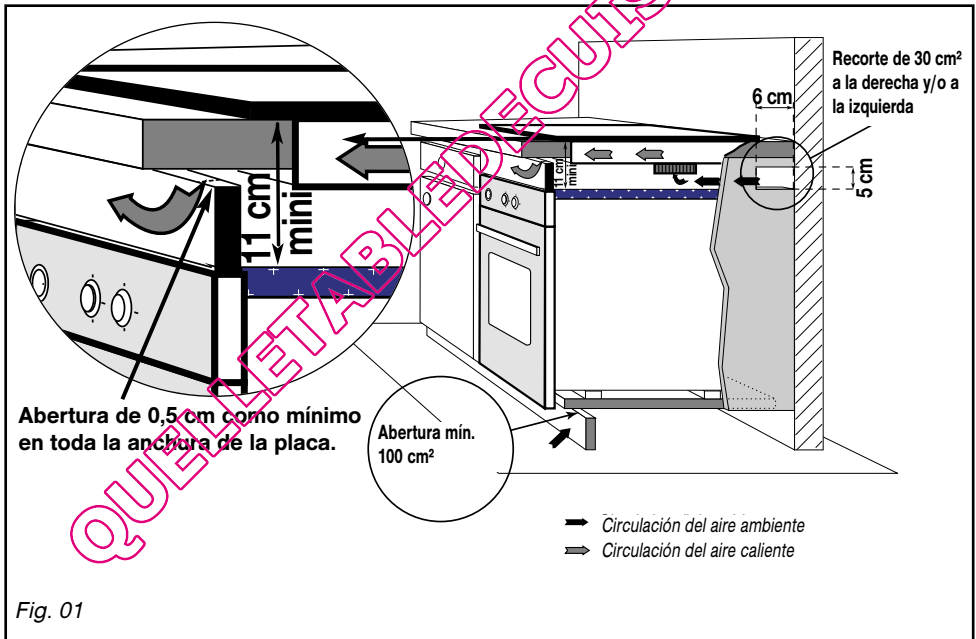

Fig. 01
- Si lo desea, puede inmovilizar la placa utilizando bridas de sujeción que vienen incluidas con sus correspondientes tornillos (Fig. 02) que se fijan a las esquinas del marco. **Utilice siempre los orificios previstos para ello como muestra el dibujo (Fig. 01).**
– Encima de un horno (Fig. 01)
Para ello, sugerimos realizar un recorte de 30 cm² por detrás de uno de los lados del hueco de empotrado (Fig. 01).
— Conecte los cables en la instalación respetando los colores (Fig. 01).